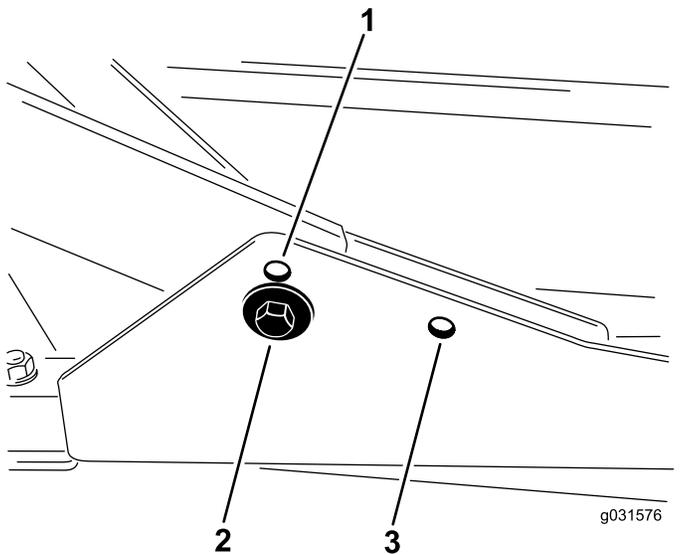

Bild 15
1. Befestigen Sie die vorderen Trägerrahmen für Schnitthöhen von 2 cm bis 7,6 cm in den unteren vorderen Befestigungslöchern (Bild 15).
2. Befestigen Sie die vorderen Trägerrahmen für Schnitthöhen von 6,3 cm bis 10 cm in den oberen vorderen Befestigungslöchern (Bild 15).
Das Heckmäherke muss für alle Schnitthöhen in den hinteren Befestigungslöchern befestigt sind (Bild 15).